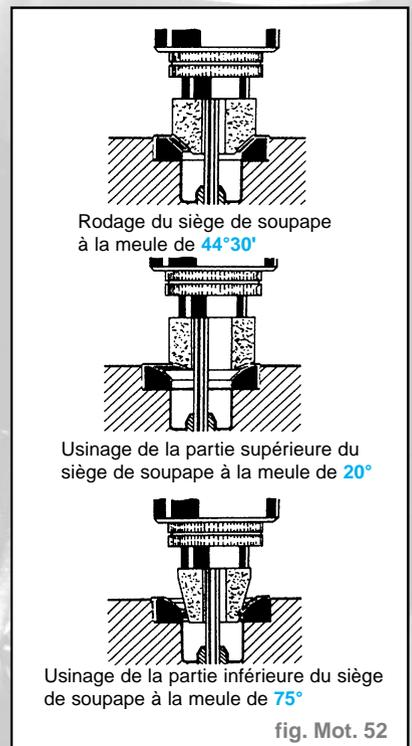

fig. Mot. 52
- Roder le logement de la soupape avec une meule à **44° 30'**. Réduire le logement soupape en haut avec une meule à **20°**. Réduire le logement soupape en bas avec une meule à **75°C** (fig. Mot. 52).